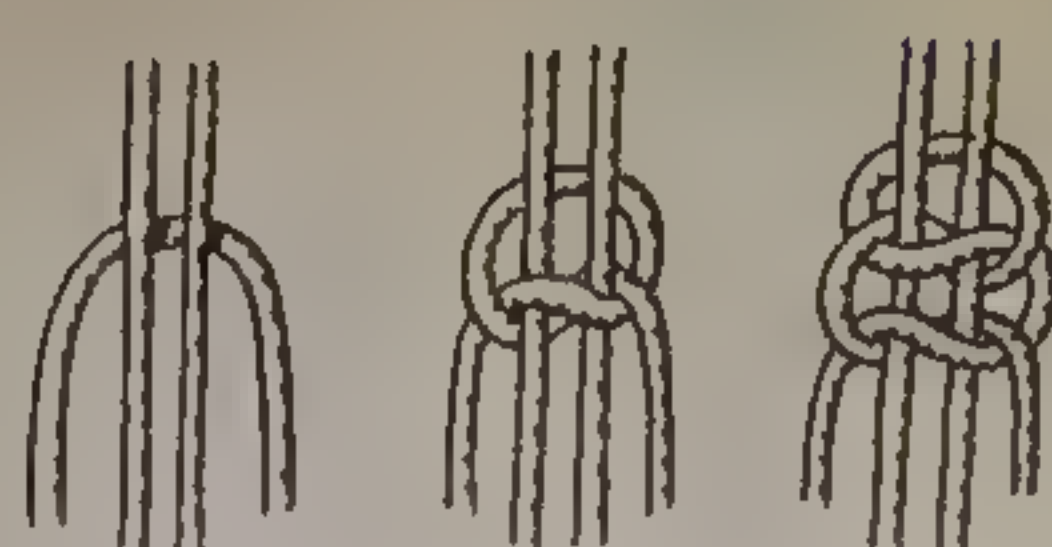

рис. 1
4. Расширяем полотно (Рис. 1). Прибавляем у каждого кольца справа и слева по 3 нити. Получаем на каждом кольце 16 концов (4+12). Сплетем уголок из квадратных узлов. В последнем ряду уголка 4 квадратных узла.